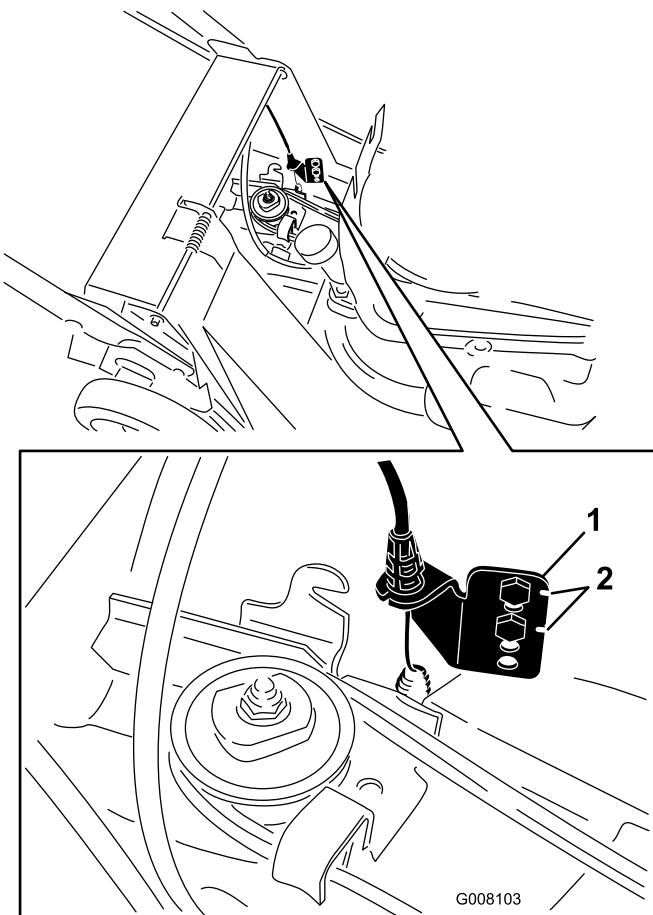

Figura 30
7. Retire los tornillos del soporte de anclaje inferior (Figura 30).
**Nota:** La cubierta inferior de la correa ha sido retirada en Figura 30 para mayor claridad. No es necesario retirar la cubierta inferior de la correa para realizar este procedimiento.
8. Mueva el soporte de anclaje un taladro hacia arriba (Figura 30).
**Nota:** Cuando instale una correa nueva, vuelva a colocar el soporte de anclaje inferior a su posición original de fábrica, indicada por las muescas situadas junto a los taladros del soporte (Figura 30).